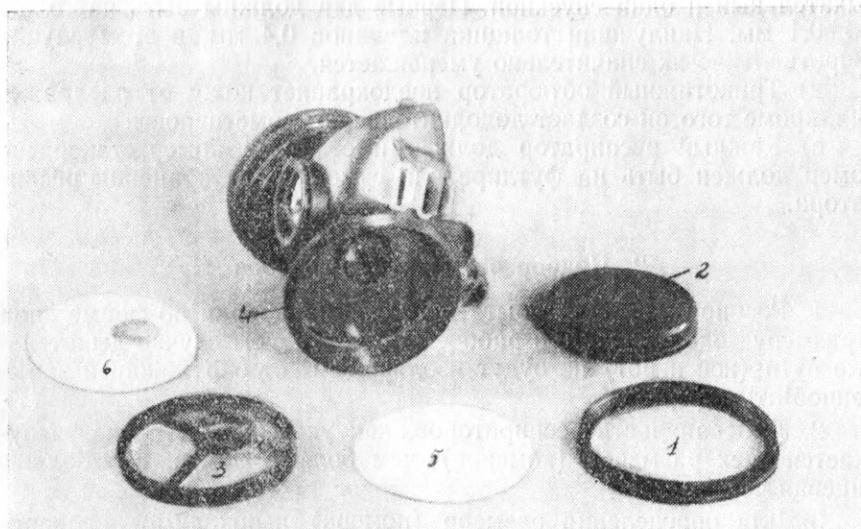

рис. 2
б) Респиратор имеет два корпуса (рис. 2). Каждый корпус имеет верхнее кольцо (1) с резьбой, крышку (2), промежуточное упорное кольцо (3) и дно корпуса (4).
В корпусах респиратора помещаются четыре фильтра по два в каждом. Они изготавливаются из специального картона марки ФМП-Н (фильтр материал противопыльный Нигризолото), улавливающие 99,5% пыли при небольшом сопротивлении дыханию. Фильтры имеют форму простых кружочков (рис. 2) диаметром 86 мм: два из них без отверстия (5), в двух других имеются круглые отверстия (6).
а) После каждой рабочей смены меняются фильтры. Смена фильтров производится следующим образом: отвинчивается верхнее кольцо (1) (рис. 2) корпуса фильтров и снимается крышка корпуса (2), вынимается первый фильтр (5) и промежуточное кольцо (3), а затем вынимается второй фильтр (6). В той же последовательности вынимают фильтр и из второго корпуса. Вынув фильтры из корпусов респиратор промывают или протирают и вставляют в корпуса чистые фильтры и собирают все детали корпусов.